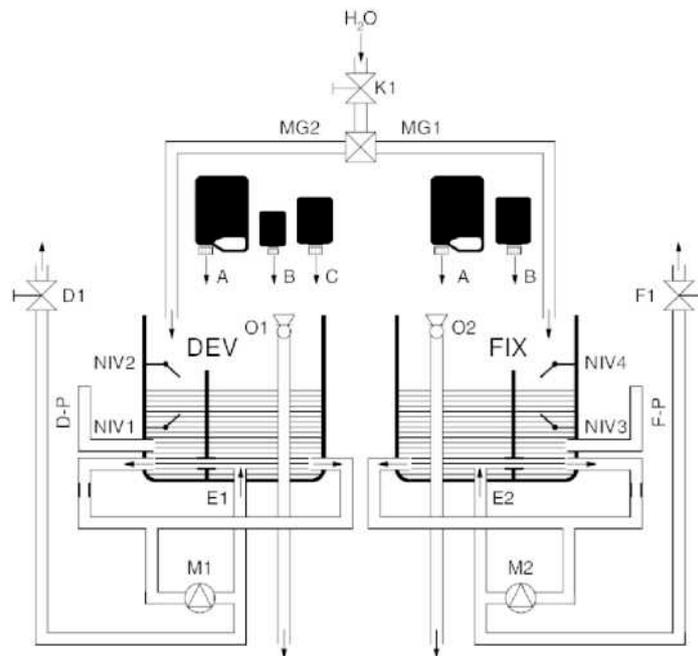

Рисунок 2. Функциональная схема
Описание символов (рисунок 2):
5. Убедитесь в том, что две гибкие трубки от предохранительных переливов (O1/O2, рис. 2) не треснули и не погнулись во время их подключения к выпускным трубкам.
6. Присоедините трубку для растворителя (D-P, рис. 2) к штуцеру соответствующего насоса для подкачки проявителя.
7. Присоедините трубку для фиксажа (F-P, рис. 2) к штуцеру соответствующего насоса для подкачки фиксажа.
Труба подачи холодной воды должна иметь запорный клапан (не входит в комплект поставки). На трубе подачи, после клапана, вверните магнитные клапаны MG1 (DEV, рис. 2) / MG2 (FIX, рис. 2) во внутреннюю винтовую резьбу 1/2".
Установите магнитный клапан MG1 на трубу подачи воды в смесительную емкость для проявителя (DEV, рис. 2).
Установите магнитный клапан MG2 на трубу подачи воды в смесительную емкость для фиксажа (FIX, рис. 2).
Когда вы добавляете концентрат и уровень в смесительной емкости достигает реле уровня NIV1 (рис. 2), автоматически открывается подача холодной воды, а циркуляционный насос начинает работать.
Как только уровень в смесительной емкости достигает реле уровня NIV2 (рис. 2), подача холодной воды автоматически прекращается. Через 15 минут после начала приготовления новой смеси циркуляционный насос соответствующей смесительной емкости автоматически останавливается. В этот момент вы снова получите 20 литров готового к использованию освежающего раствора проявителя.
(рис. 2), автоматически открывается подача холодной воды, а циркуляционный насос начинает работать.
Как только уровень в смесительной емкости достигает реле уровня NIV4 (рис. 2), подача холодной воды автоматически прекращается. Через 15 минут после начала приготовления новой смеси циркуляционный насос соответствующей смесительной емкости автоматически останавливается. В этот момент вы снова получите 20 литров готового к использованию освежающего раствора фиксажа.